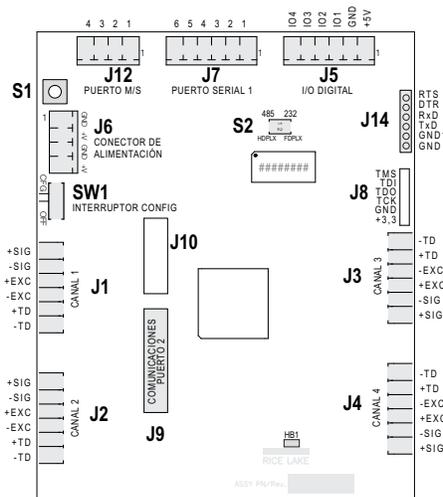

Figura 1. Placa de CPU de la iQUBE2
3. Asegúrese de que los interruptores DIP S2 de la placa de CPU de la iQUBE2 están en 485 (1,2 ambos en OFF). Consulte en la Figura 1 la ubicación del interruptor DIP S2.